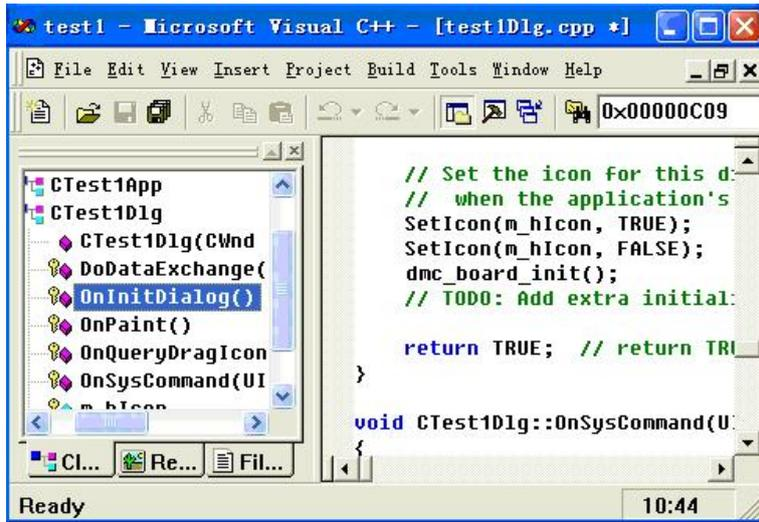

图 6.10 程序增加初始化函数
11) 在 CTest1Dlg::OnInitDialog()函数中添加代码：dmc_board_init();如图 6.10。